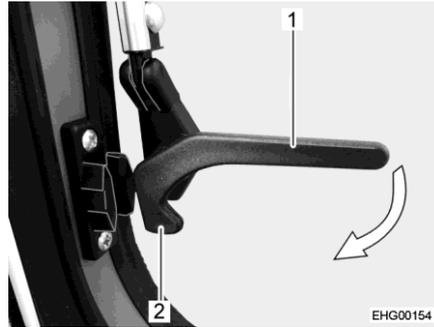

Fig. 38 Palanca de bloqueo de al lado (posición "abierta")
- Girar la palanca de bloqueo de al lado (Fig. 38,1) un cuarto de vuelta hacia el marco de la ventana hasta que engatille el saliente de bloqueo (Fig. 38,2).